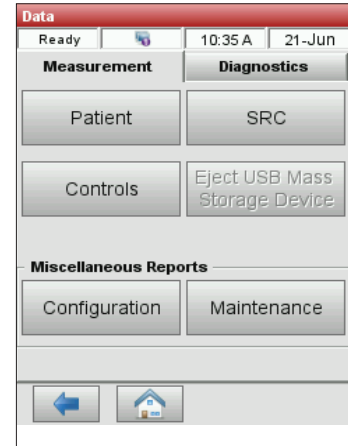

Abbildung 7. Druckoptionen
2. Im Abschnitt Messung, tippen Sie auf **SRC** (Abbildung 7).